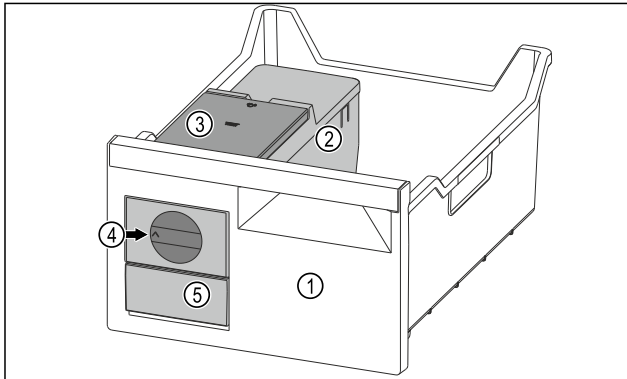

Fig. 102 Beispielhafte Darstellung
- Drehknopf Fig. 102 (4) im Uhrzeigersinn bis zum Anschlag drehen.
- Eiswürfel fallen aus der Eiswürfelschale in das Eiswürfelschubfach Fig. 102 (5).